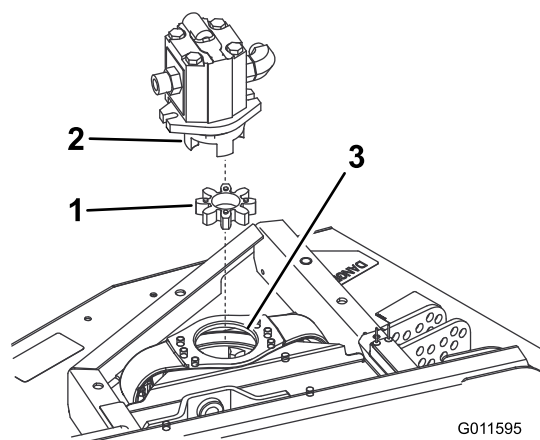

Figura 2
5. Retire a aranha elastomérica do acoplador do interior do acoplador da polia. Verifique se apresenta desgaste e substitua-a se estiver danificada. Caso contrário, guarde-a e instale-a na nova plataforma (Figura 2).
Nota: Verifique se existe desgaste no cubo da aranha e substitua se estiver gasta (Figura 2).